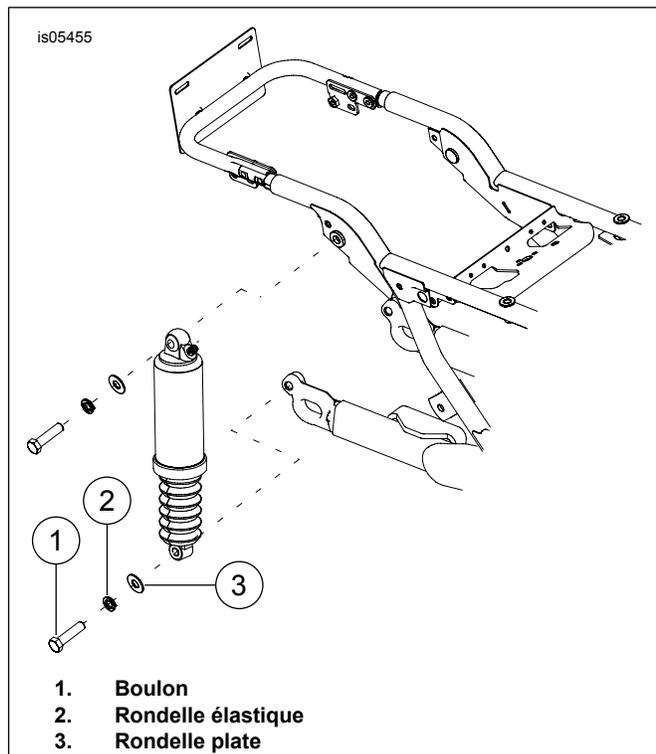

Figure 3. Retrait de l'amortisseur arrière
8. Consultez Figure 3. Retirez les boulons de fixation (1), les rondelles à ressort (2) et les rondelles plates (3) inférieures des amortisseurs.